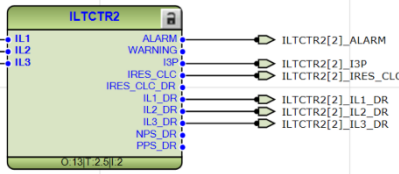

Imagen 365_Conexiones en el puerto de salida del bloque ILTCTR2.
5.2.24 Para la salida “IL3_DR” del bloque “ILTCTR2”, conectaremos una nueva variable dando clic derecho y seleccionando “Connect - New Variable”. Teniendo así el siguiente bloque como en la **Imagen 365**.